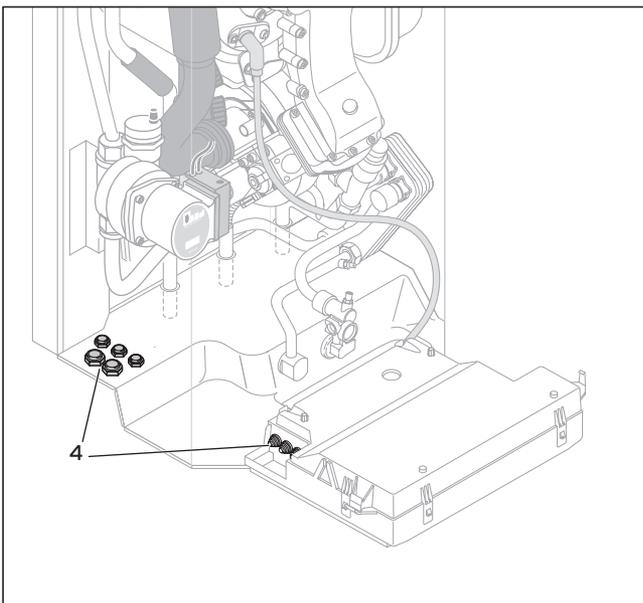

Abb. 4.8 Kabeldurchführungen
- Führen Sie die Anschlussleitungen der jeweiligen, anzuschließenden Komponenten durch die Kabeldurchführungen (4) links an der Geräteunterseite (siehe Abb. 4.8).
- Führen Sie die Anschlussleitungen der jeweiligen, anzuschließenden Komponenten durch die PG-Verschraubungen (4) links an der Geräteunterseite (s. Abb. 4.8).